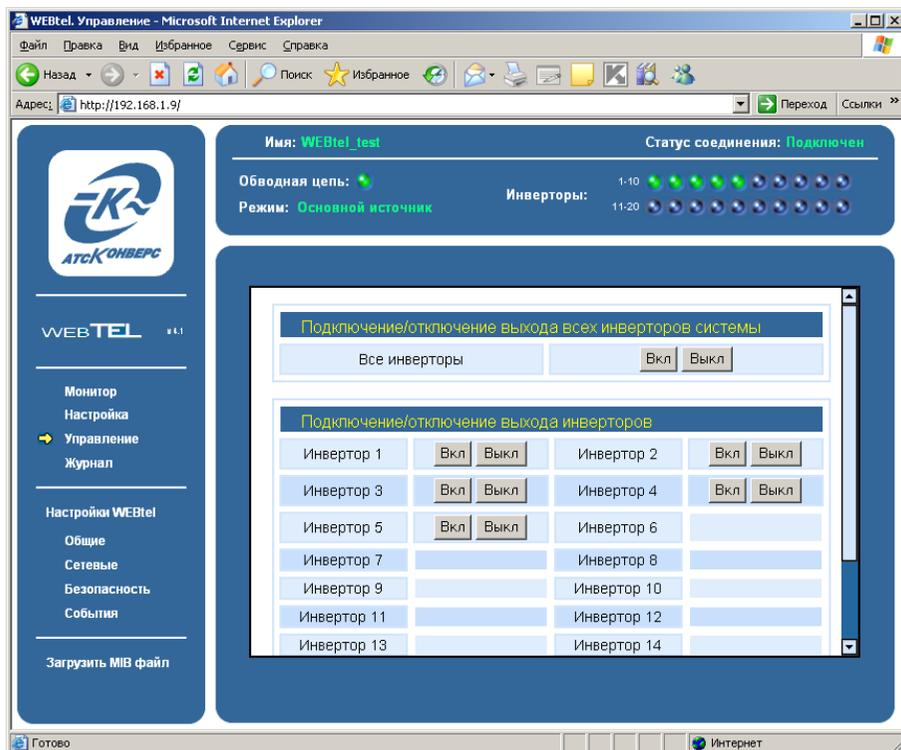

Рисунок 14 – Страница управления СПТ
7.7.1 Вход на эту страницу (рисунок 14) защищен паролем аналогично п. 7.6.